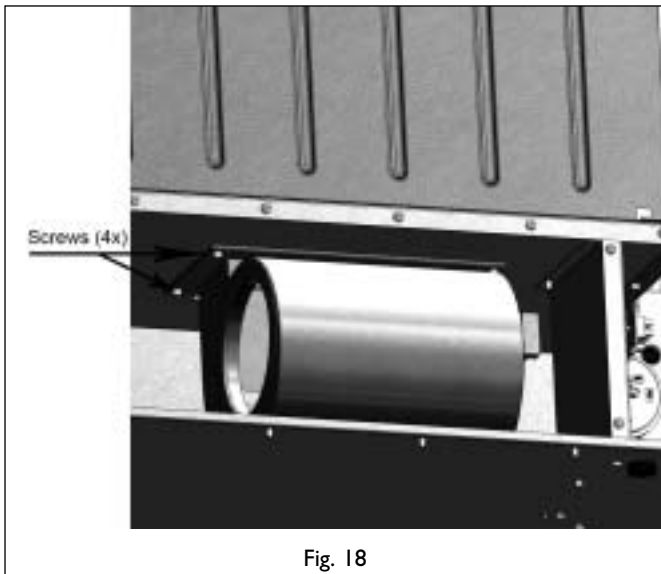

Fig. 18
- Draai de 4 inbusbouten los waarmee ventilator is bevestigd (zie Afb. 18).